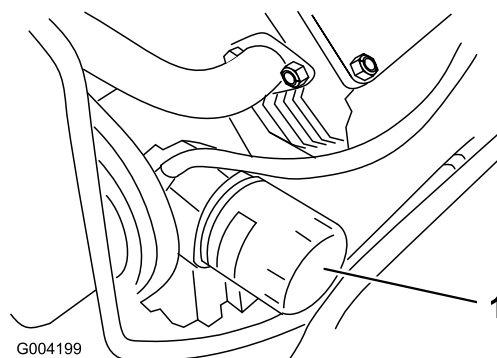

Figure 33
3. Enlevez le filtre à huile usagé (Figure 33) et essuyez la surface du joint de l'adaptateur.